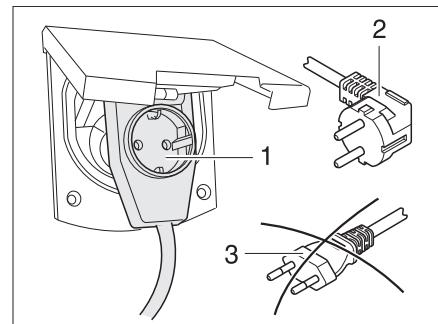

Bild 200 Anschluss an eine Winkelkupplung mit Steckdose
- ▶ Bei Verwendung einer CEE 17 Winkelkupplung mit rückseitig eingebauter Steckdose (Bild 200,1) nur einen gummierten und versiegelten IP 44 Stecker mit Schutzkontakt (Bild 200,2) verwenden. Keine Stecker ohne Schutzkontakt (Bild 200,3) verwenden. Gefahr eines Stromschlages!